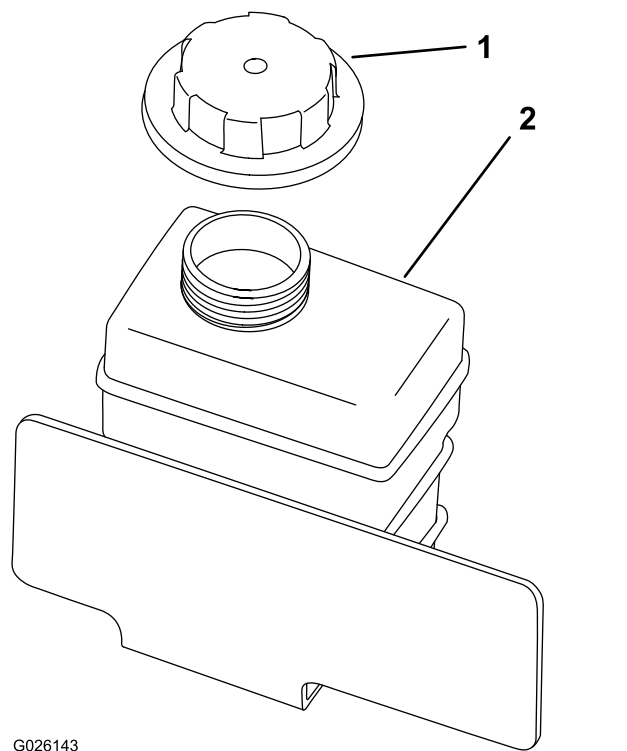

**Bild 70**
- Nehmen Sie den Kühlerdeckel ab (Bild 70).
- Nehmen Sie den Deckel des Überlaufgefäßes ab (Bild 70).
7. Füllen Sie den Kühler auf und schrauben Sie den Deckel auf (Bild 70).